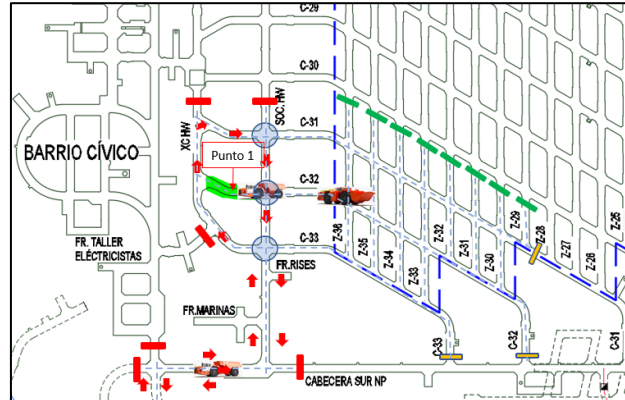

Ilustración 5: Manejo de materiales con TH663
1. El camión se podrá posicionar en 1 de los 3 puntos de carguío (C-31, C-32 o C-33) y el LHD extraerá desde las zanjas de la misma calle donde se posicione para descargar directamente al camión sin necesidad de realizar maniobras adicionales por parte del camión (preliminarmente 2 baldadas) (Ilustración 5).
2. El camión ingresa al circuito y se posiciona frente al acopio de punto 1 para que LHD comience con carguío, luego de cargar la primera baldada, camión deberá retroceder para que LHD pueda ir por el segundo balde y posterior carguío en camión, para ésta actividad se deben tener las siguientes consideraciones (Ilustración 5):